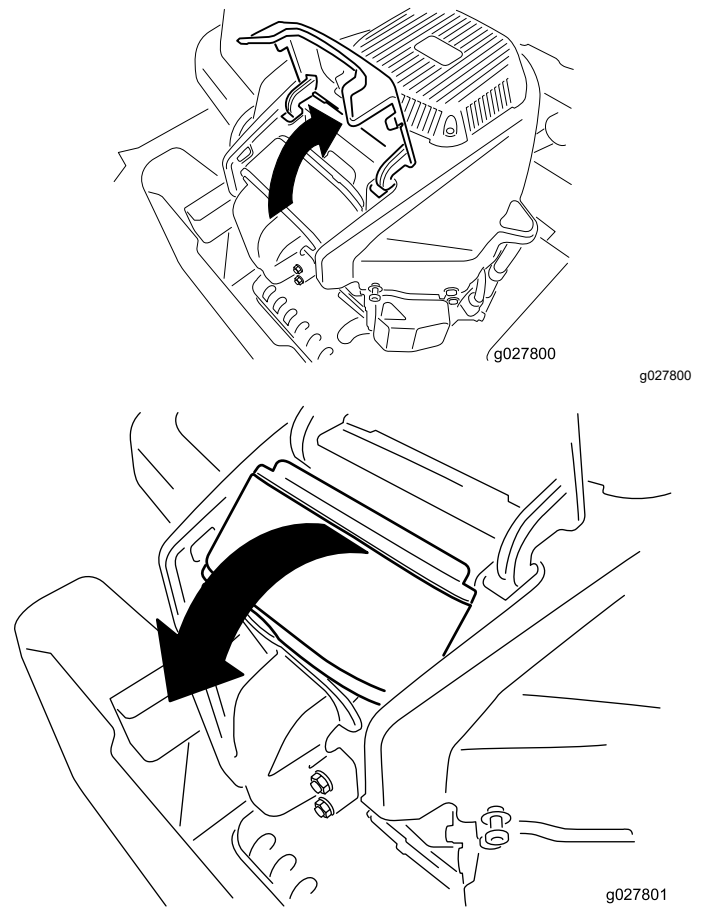

Figure 68
4. Soulevez le couvercle et faites pivoter le filtre à air hors du moteur (Figure 68).